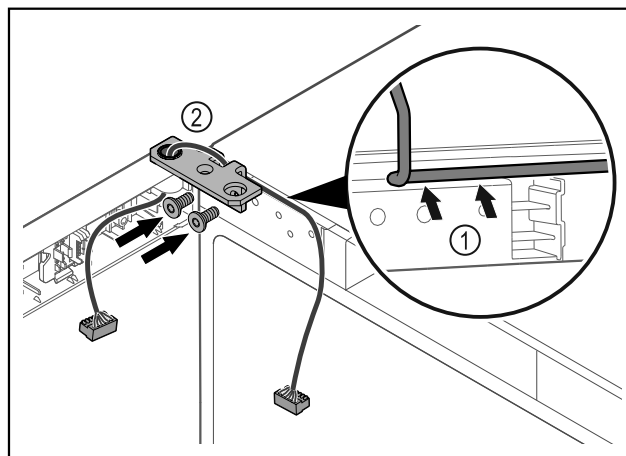

Fig. 39
- Kaloni kabllon përmes së prerës në profilin e menteshës dhe shtrijeni me kujdes Fig. 39 (1).
- Mbërtheni vidat e profilit të menteshës Fig. 39 (2).